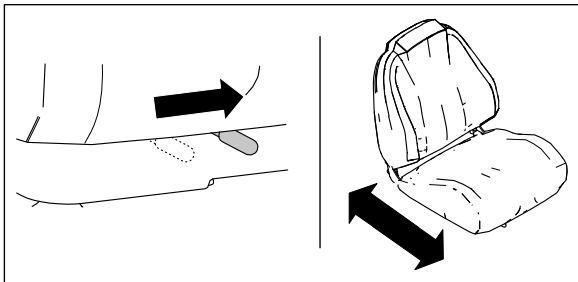

Figura 1
- A. Utilice la palanca de posición del asiento para deslizar el asiento hacia adelante y hacia atrás (Figura 1).